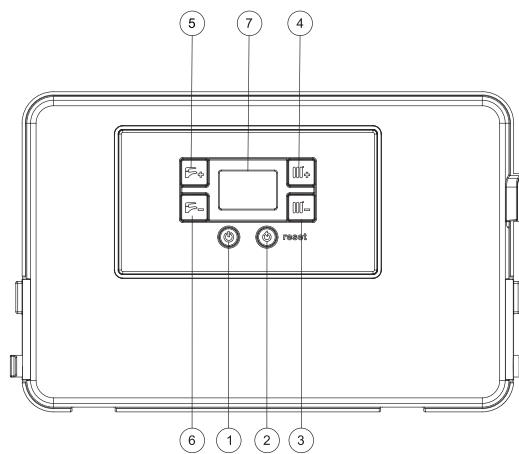

Abbildung 1. Bedienfeld
Drücken Sie die Taste (1), um Ihre Therme im „SOMMER“-Modus zu betreiben (Abbildung 1) und sehen Sie, wie das Wasserhahnsymbol (F) auf der Anzeige ständig aufleuchtet. In dieser Modus funktioniert das Kombigerät nur für die Warmwasseranlage. Bei jedem Bedarf an Warmwasser wird das automatische Zündsystem den Brenner anzünden. Die Flammenbildung in der Brennkammer wird auf der Anzeige durch das Symbol (💧) angezeigt. Bei der Verwendung von Warmwasser blinkt das Wasserhahnsymbol (F) auf der Anzeige.
Drücken Sie die Taste (1), um Ihre Therme im „WINTER“-Modus zu betreiben (Abbildung 1) und sehen Sie, wie das Wasserhahn- (F) und Heizkörpersymbole (☰) auf der Anzeige ständig aufleuchtet. In dieser Modus wird das Kombigerät für die Warmwasserbereitung und Heizanlage arbeiten. Bei jedem Bedarf an Warmwasser oder Heizung wird das automatische Zündsystem den Brenner anzünden. Die Flammenbildung in der Brennkammer wird auf der Anzeige durch das Symbol (💧) angezeigt. Es wird angezeigt, dass das Wasserhahnsymbol (☰) blinkt, wenn Warmwasser verwendet wird, und das Heizkörpersymbol (F) blinkt, wenn Heizwasser benötigt wird.
Drücken Sie die Taste (1), um Ihre Therme im „NUR HEIZUNG“-Modus zu betreiben (Abbildung 1) und sehen Sie, wie das Heizkörpersymbol (☰) auf der Anzeige ständig aufleuchtet. In diesem Modus wird das Kombigerät für Heizungsanlage betrieben. Bei jedem Bedarf an Heizung wird das automatische Zündsystem den Brenner anzünden. Die Flammenbildung in der Brennkammer wird auf der Anzeige durch das Symbol (💧) angezeigt. Es wird angezeigt, dass das Heizkörpersymbol (☰) auf der Anzeige blinkt, wenn die Heizung geheizt werden muss.
- Bei einer Versorgung des Gerät mit Strom, wird „OFF“ auf der Anzeige erscheinen. Durch Drücken der Modus Taste **(1)** (Abbildung 1) kann zwischen den Modi SOMMER, WINTER, NUR HEIZEN und AUS gewechselt werden.
- Stellen Sie sicher, dass auf der Anzeige **(7)** (Abbildung 1) keine blinkenden Ziffern angezeigt werden (siehe Fehlercodes). Sollte eine E04-Störung auf der Anzeige **(7)** erscheinen, bedeutet dies, dass sich kein Wasser im Kombigerät befindet. In einer solchen Situation füllen Sie die Anlage mit Wasser, beschrieben wie im „Kapitel 2.6“.
Die Heiztemperatur wird mit den Tasten **(3)** und **(4)** eingestellt (Abbildung 1).
Die Warmwassertemperatur wird mit den Tasten **(5)** und **(6)** eingestellt (Abbildung 1).
In diesem Kapitel finden Sie eine Liste der Fehlercodes, die auftreten können, die auf der Anzeige Nr. (7) des Kombigeräts (siehe Abbildung 1) angezeigt werden, sowie die entsprechenden Symptome und die Maßnahmen, die der Betreiber zum Zurücksetzen (Reset) des Kombigeräts ergreifen kann.
- Schalten Sie das Gerät mit der Taste (1) (Abbildung 1) auf dem Bedienfeld aus und wieder ein. Warten Sie, bis sich die Anlage von selbst einschaltet. Wenn der Fehler **E01** erneut auftritt, schalten Sie das Gerät aus und wieder ein. Dieser Schritt wird vorgenommen, um sicherzustellen, dass das Gas in den Rohren zum Gerät weitergeleitet wird.